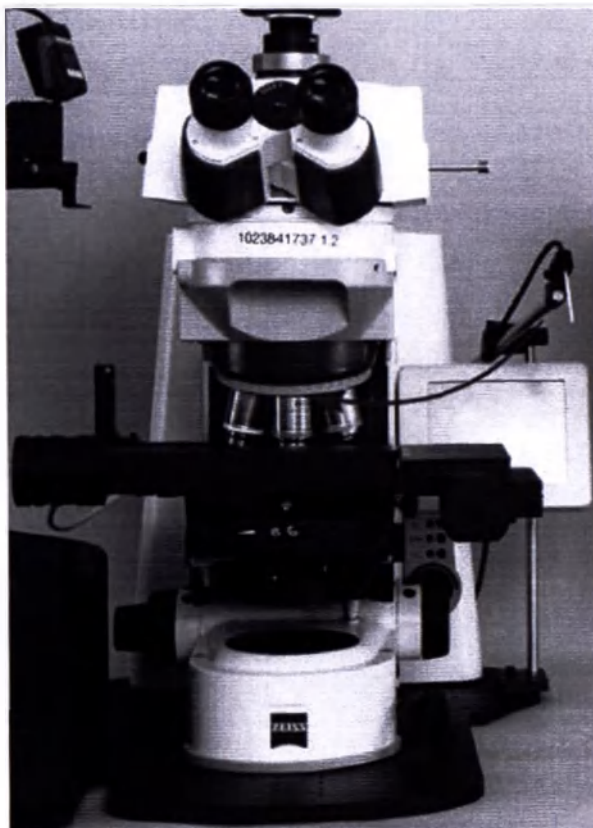

Рисунок 190 - Переведите трубку подачи масла вплотную к микроскопу
3. Переведите подвижное плечо штатива автоматического податчика масла PL220 вплотную к микроскопу (Рисунок 190).